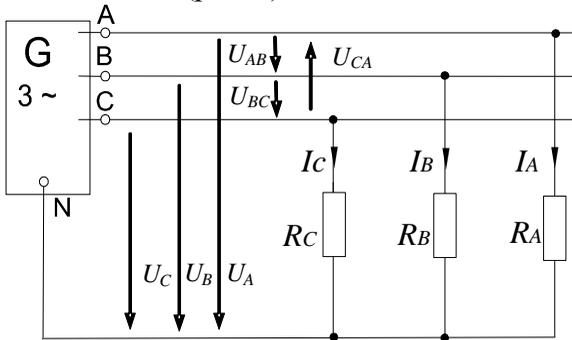

Рисунок 6 – Исследование работы цепи при симметричной нагрузке
1.1. Соберите цепь с симметричной нагрузкой ( $R_A = R_B = R_C = 1 \text{ кОм}$ ) согласно схеме (рис. 6).